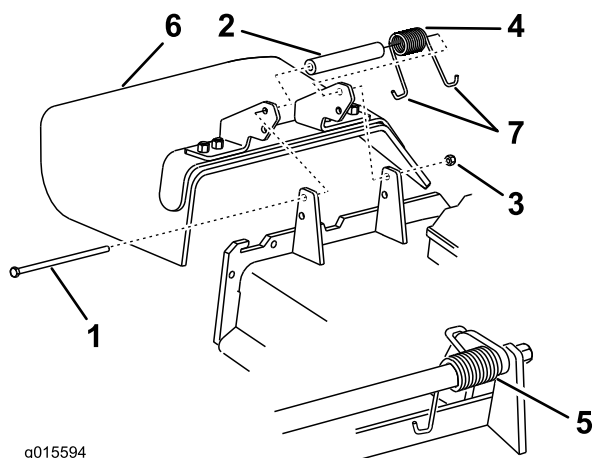

Figura 98
1. Retire la contratuerca, el perno, el muelle y el espaciador que sujetan el deflector a los soportes de pivote (Figura 98). Retire el deflector de hierba dañado o desgastado.
Nota: Asegúrese de colocar un extremo en J del muelle detrás del reborde de la carcasa antes de instalar el perno, según se muestra en Figura 98.
3. Instale el perno y la tuerca. Coloque un extremo en J del muelle alrededor del deflector de hierba (Figura 98).